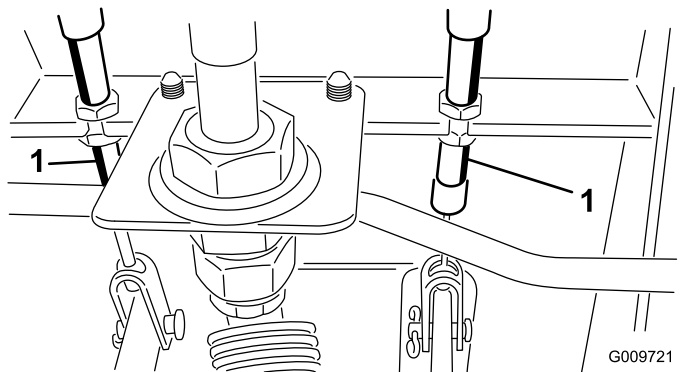

Figura 119
- A. Allentate il dado anteriore sull'estremità filettata del cavo del freno (Figura 119).